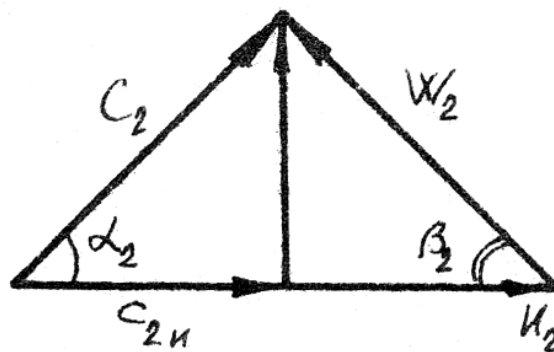

Рис. 2
- вакууметр знаходиться на осі, а манометр – вище осі насосу (рис. 2);